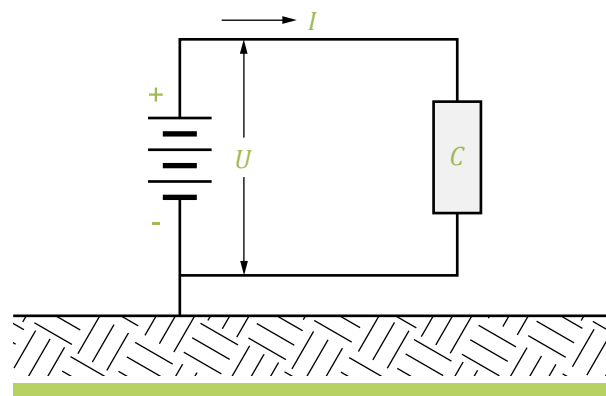

Figura 6
- » Fuente conectada a tierra a través su propio polo negativo. En la figura 6, se representa esquemáticamente el circuito. Se muestra la vinculación de la fuente U con tierra.